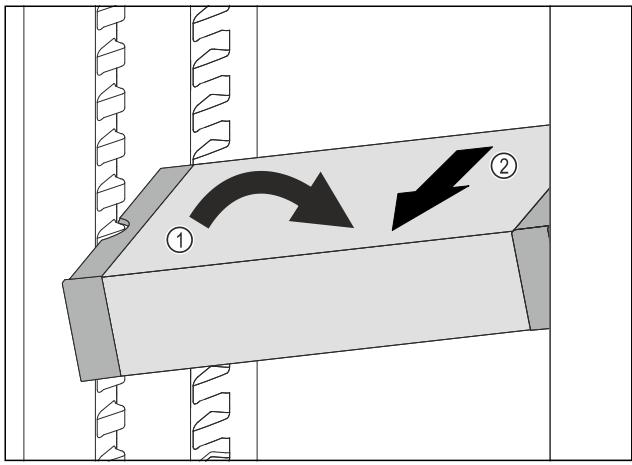

Fig. 97
- Predal VarioSafe postavite v hladilniku postrani. Fig. 97 (1)
- Predal VarioSafe izvlecite v smeri naprej. Fig. 97 (2)